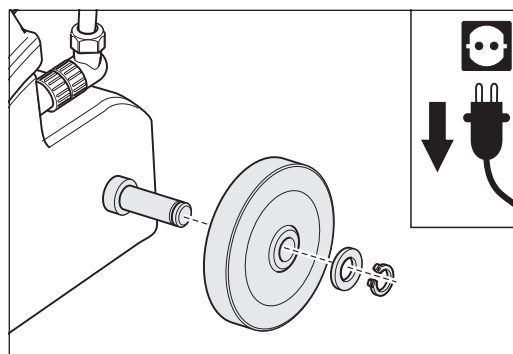

Fig. 35 Extracción del circlip y desmontaje de la arandela y de la rueda. Montaje en el orden inverso.
- 2 Con la ayuda de unas tenazas de montaje apropiadas, extraiga el circlip del eje de la rueda. Saque la arandela y la rueda (fig. 35).